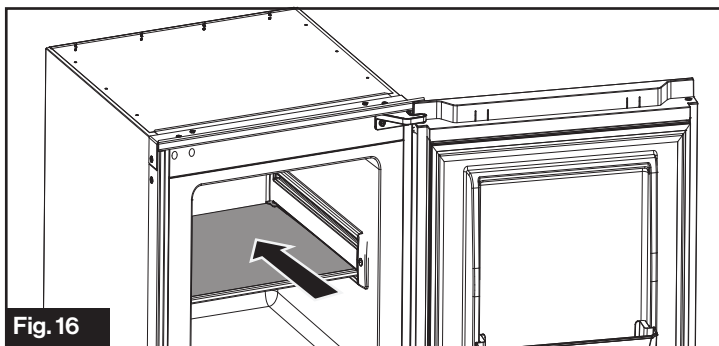

Fig. 16
5. Glissez l'étagère dans une position appropriée, puis fixez-la à l'aide d'une vis. (Fig. 16)